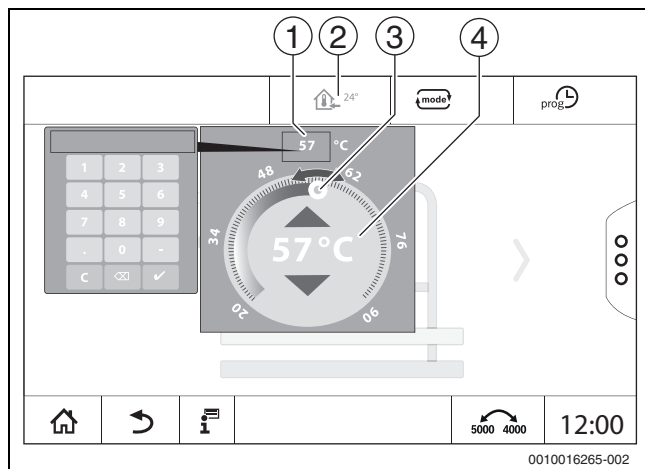

Рис. 21 Установка температуры
- ▶ Коснитесь символа температуры (→ рис. 21, [2]).
- ▶ Коснитесь круглого ползунка (→ рис. 21, [3]), удерживайте его и потяните до нужной температуры. Температура будет отображена в круге.
- ▶ Коснитесь индикации температуры (→ рис. 21, [1]) и в открывшемся числовом поле введите температуру.